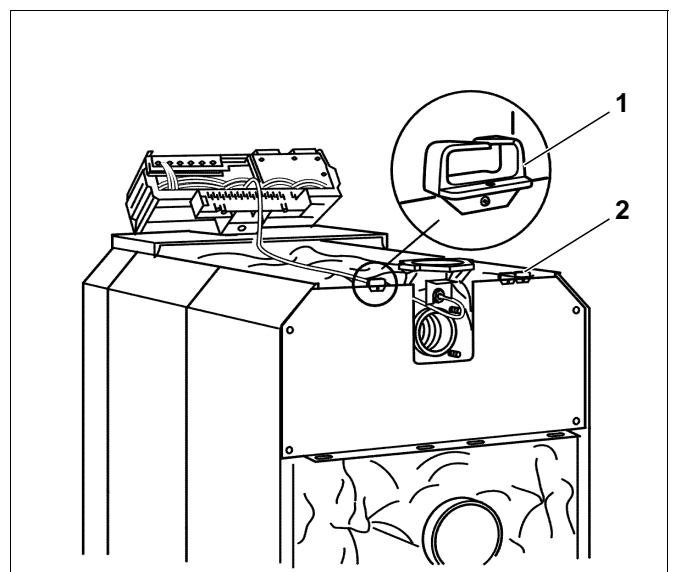

Fig. 61 Collegamento elettrico
- Avvitare il passacavi (fig. 61, **pos. 1 e 2**) sul lato sinistro oppure destro della parete posteriore della caldaia.